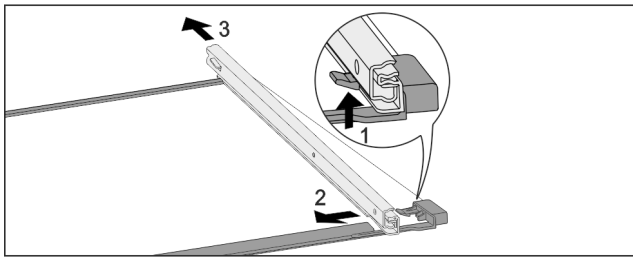

Fig. 150 Placa de vidrio con guías
- ▶ Presione hacia arriba el gancho de retención delantero. Fig. 150 (1)
- ▶ Retire la guía extraíble hacia un lado Fig. 150 (2) y hacia atrás Fig. 150 (3).